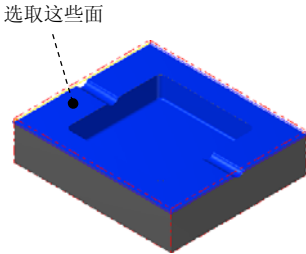

图 11.12 选取加工面
- (1) 选取加工面。在图形区中选取图 11.12 所示的面（共 41 个面），然后按 Enter 键，系统弹出“刀具路径的曲面选取”对话框。